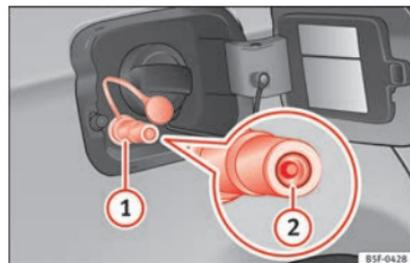

Fig. 233 Sportellino del serbatoio aperto: bocchettone di rifornimento del gas (1), anello di tenuta del bocchettone di rifornimento (2).
- Togliere il tappo del bocchettone di rifornimento del gas **» fig. 233 1.**